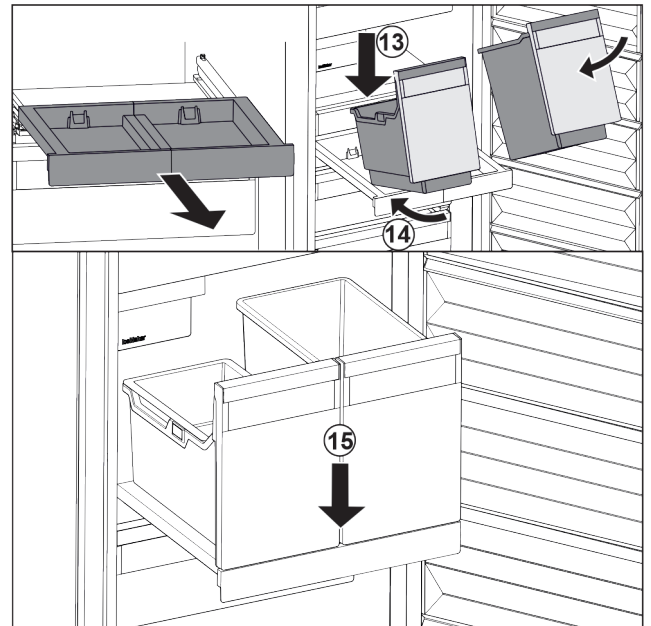

Fig. 105
- ▶ Поставете съда под ъгъл върху изтеглящата се дъска. *Fig. 105 (13)*
- ▶ Вкарайте съда под ъгъл назад. *Fig. 105 (14)*
- ▶ Спуснете съда отпред. *Fig. 105 (15)*